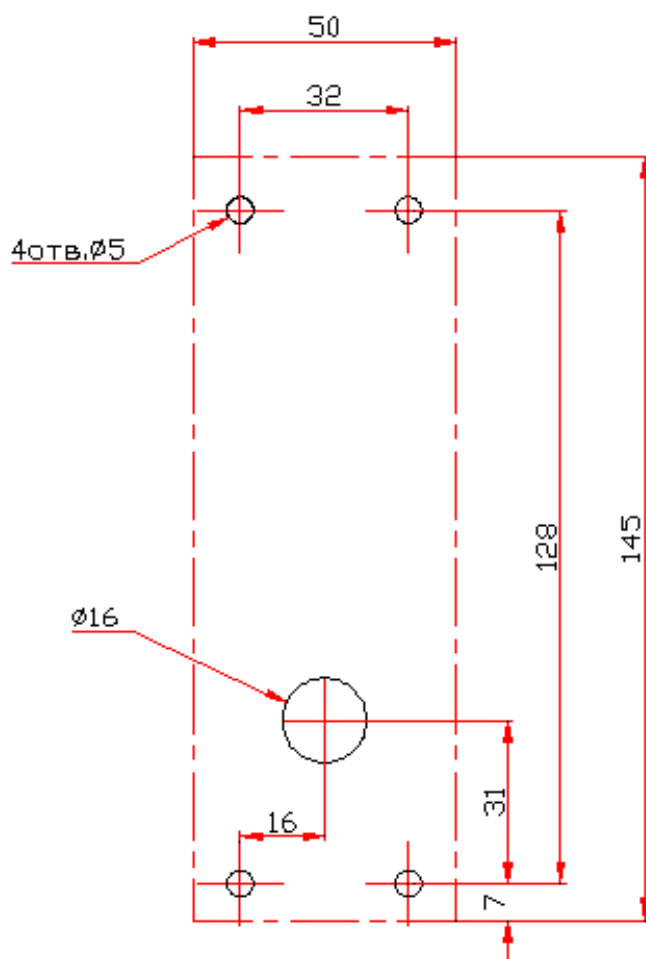

Рис. 2. Разметка отверстий для установки считывателя и выносного блока индикации с ИК приемником (штрих-пунктиром показаны размеры металлического основания)
3. Произведите разметку и разделку отверстий на установочной поверхности для крепления металлического основания и проводки кабеля от считывателя (см. рис. 2).
3. Произведите разметку и разделку отверстий на установочной поверхности для крепления металлического основания и проводки кабеля от блока индикации (см. рис. 2).